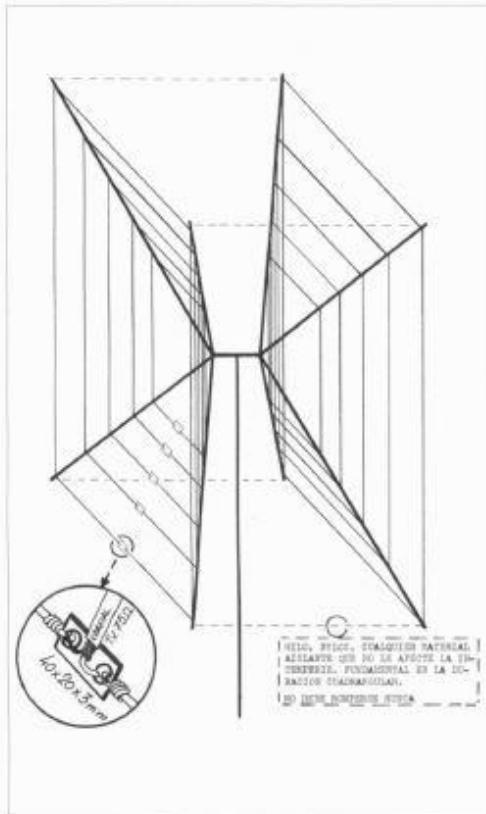

Figura 10: Finalización y detalles.
a) Forma Piramidal: Se denomina así porque la figura geométrica que se nos forma es la de dos pirámides unidas por sus vértices y los lazos que configuran cada una de las bandas están (excitado y reflector) a una distancia proporcional a la ganancia y a la impedancia, diferente ésta para cada una de las bandas. (Figura 10).
**PIEZAS AISLANTES.** Son las de unión del elementos excitado a coaxial; sus dimensiones: 40 X 20 X 3 mm, con dos orificios centrados en dicha pieza (diámetro, 3 mm) a los cuales se les amarrará los dos extremos del lazo excitado y, finalmente, el cable coaxial soldado a los mismos (Figura 10).
Tomaremos los cuatro tubos restantes, cortándolos a 3'30 m., taponando sus extremos, amarrándolos a los angulares pirámide, midiendo las distancias de fijación de las anillas, sujetando éstas y cementando dichas ataduras. Cortaremos los correspondientes cablecillos (midiendo 15 cm más por ambos lados de la longitud necesaria) comenzando por 14 MHz, introduciéndolos por el interior de sus respectivas anillas y amarrando sus marcas a un aislador (Figura 10 parte inferior) centrándolo exactamente en la mitad del lado inferior del cuadro que forma el lazo 14 MHz de forma provisional, verificando la linealidad de los tubos y la exactitud de sus lados.
Seguidamente levantaremos de forma basculante toda la cuadrangular, fijando el mástil en el suelo o en cualquier punto idóneo para efectuar la comprobación (Figura 10, foto 4).
Finalmente con la ayuda de una escalera, tomaremos los cinco cables coaxiales de longitudes determinadas por el lugar de montaje, marcando minuciosamente cada uno para su respectiva banda, a fin de evitar confusiones, soldando los mismos a sus correspondientes extremos cuadros (pieza aislante) y llevándolos de dos formas: observemos la figura 10, la primera solución será llevar los diferentes coaxiales horizontales desde la pieza aislante al mástil (Foto 4) sin que el coaxial estire y deforme excesivamente el cuadro-lazo y la otra posibilidad es que todos suban a través de los aisladores centrales a la búsqueda del boom; luego formando un mazo conjuntamente hacia abajo por el mástil. En nuestro caso los coaxiales median 30 m y eran del tipo normal empleado en televisión.